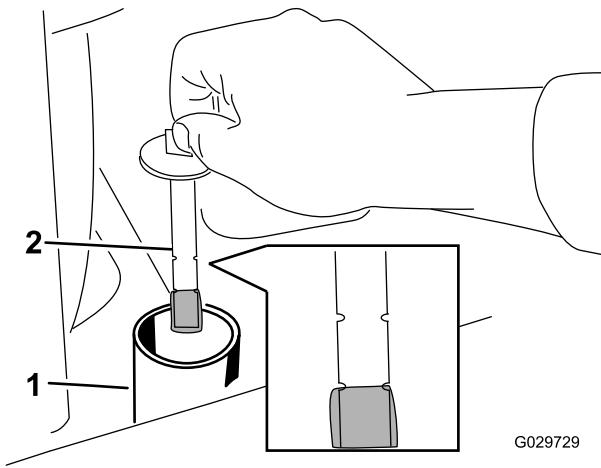

Рисунок 59
- Снимите крышку гидравлического бака и извлеките погружной щуп (Рисунок 59).